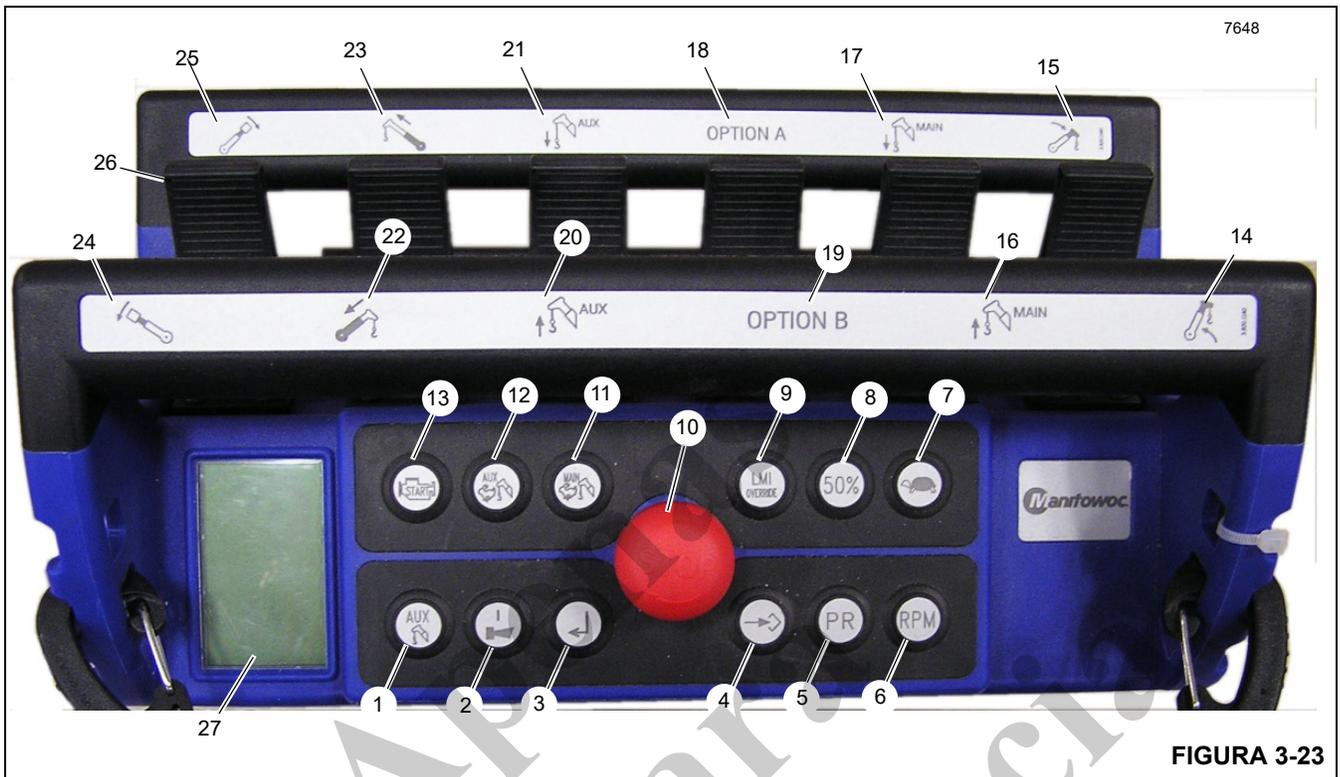
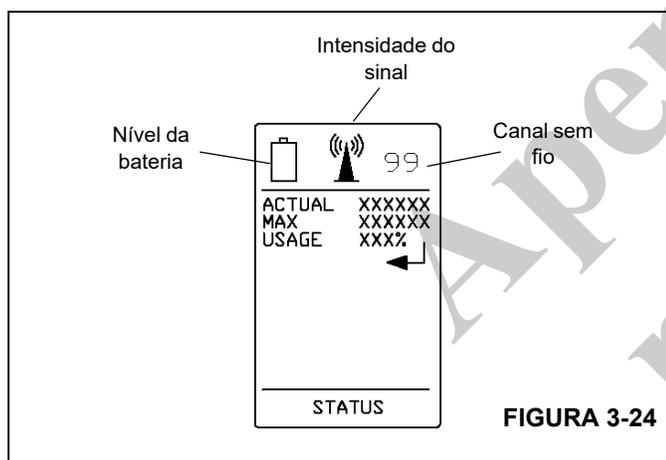

FIGURA 3-23
FIGURA 3-24
O Controle remoto do guindaste opcional (Figura 3-23) permite o controle remoto total do guindaste. O Controle remoto padrão é desativado ao usar o Controle remoto do guindaste.
A Tela de LCD (27, Figura 3-23 e Figura 3-24) no mostrador é usada para informar intensidade do sinal, nível da bateria, canal sem fio, status do controle remoto e a configuração da máquina dependendo dos botões que são pressionados. As informações do RCL são também exibidas para o operador e podem ser alternadas pressionando-se o botão Alternar a tela do IMC do guindaste (3). As seguintes informações do RCL estão disponíveis ao operador na tela de LCD:
Para usar este controle remoto, é necessário ativar o botão vermelho de PARADA (10, Figura 3-23) para ligar o transmissor. Para controlar o guindaste, é necessário pressionar o botão LIGAR/buzina (2) para ativar o controle remoto. A buzina do guindaste é acionada para confirmar a ativação do controle remoto. Agora, o guindaste pode ser ligado mantendo pressionado o botão de partida do motor (13). O controle remoto pode agora ser usado para controlar o guindaste. Para ativar uma função, movimente o joystick (26) correspondente ao movimento desejado.
1. Para usar este controle remoto, é necessário ativar o botão vermelho de PARADA (10, Figura 3-23) para ligar o transmissor.
2. Pressione o botão LIGAR/Buzina (2) para ativar o controle remoto. A buzina do guindaste é acionada para confirmar a ativação do controle remoto.
3. Pressione e mantenha pressionado o botão Partida do motor (13) para ligar o guindaste. O controle remoto pode agora ser usado para controlar o guindaste.
4. Mova o joystick (26) que corresponda ao movimento desejado para ativar a função desejada.
5. Pressione o botão vermelho de PARADA (10) quando terminar de usar o controle remoto. Isso desliga o guindaste.